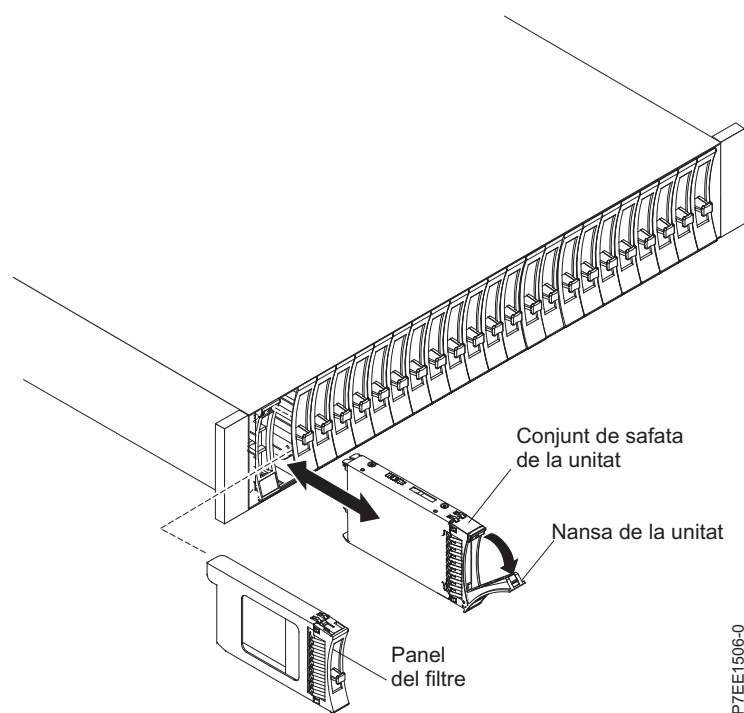

Figura 36. Extracció d'una unitat del model allotjament d'unitats de disc 5887
5. Agafeu la part frontal de la unitat i estireu-la fent-la sortir de la ranura i subjecteu bé la part inferior de la unitat, tal com es mostra a Figura 36.